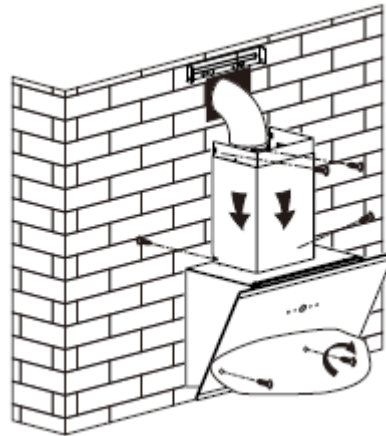

**Bild 4**
4. Hängen Sie die Dunstabzugshaube in der festen Position an die Wand, stellen Sie die Position der Dunstabzugshaube ein und befestigen Sie die Dunstabzugshaube mit 2 Stück ST4\*30mm Sicherheitsschrauben. Hinweis: Die beiden Sicherheitsöffnungen befinden sich auf der Rückseite des Gehäuses und haben einen Durchmesser von 6 mm. Siehe Bild 4&6.